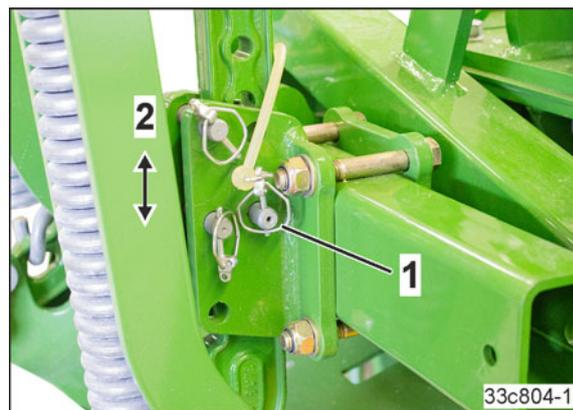

Fig. 148
Den Spurlockerer vertikal in die gewünschte Arbeitstiefe (Fig. 148/2) bringen und den Absteckbolzen (Fig. 148/1) mit einem Klapstecker sichern.
Zur Vermeidung von Beschädigungen darf die Maschine nicht auf den Spurlockerern abgestellt werden. Spurlockerer an Griffmulde in der obersten Position abstecken (siehe Fig. 148).
1. Klapstecker entfernen (Fig. 148/1)
4. Spurlockerer an Griffmulde in der obersten Position abstecken (Fig. 148/2)
5. Sicherungsbolzen mit Klapstecker sichern (Fig. 148/1)